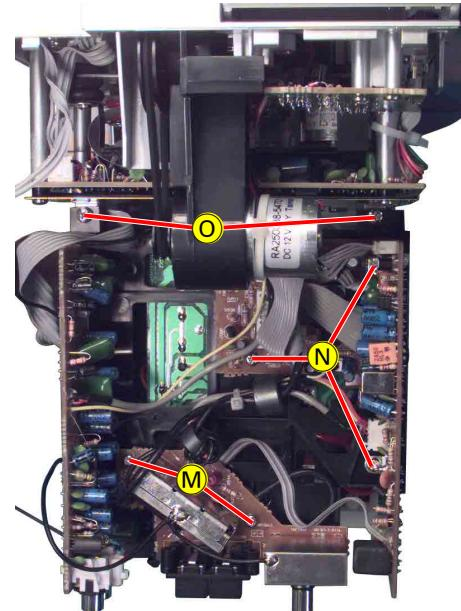

Fig. 9
- 2 Schrauben **M** (Fig. 9) herausdrehen.
- 3 Schrauben **N** (Fig. 9) herausdrehen.
- 2 Schrauben **O** (Fig. 9) herausdrehen.